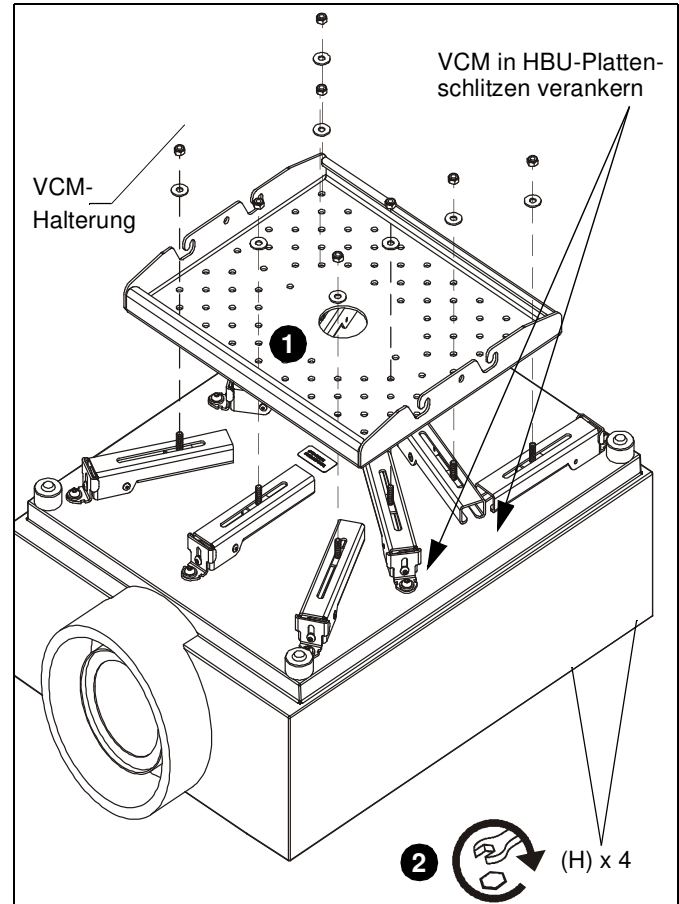

Abb. 4
1. Montieren Sie die HBU-Anschlussplatte samt dem daran befestigten Projektor gemeinsam mit den Helfern an den vier Stiften, die außen aus der (nicht mitgelieferten) VCM-Deckenhalterung ragen. (Siehe Abb. 4)
WICHTIG! Stellen Sie sicher, dass die VCM-Deckenhalterung fest in den Einschubschlitz der HBU-Anschlussplatte sitzt. (Siehe Abb. 4)
2. Mit vier 5/16"-Flanschmutter (H) befestigen. (Siehe Abb. 4)